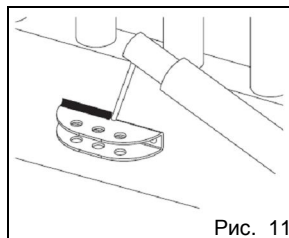
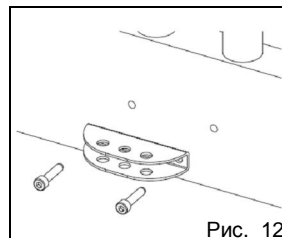

Рис. 11
Рис. 12
- Крепление можно приварить прямо к створке ворот (рис. 11) или прикрутить винтами к резьбовым отверстиям (рис. 12).